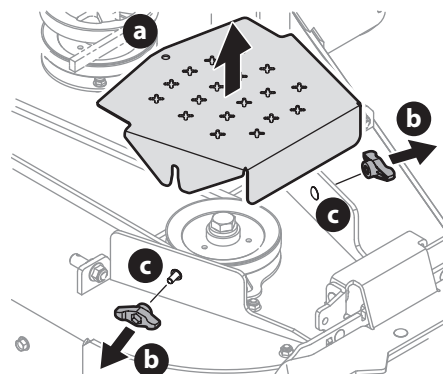

Figura 39
- Para desmontar las cubiertas de la correa (a), retire las perillas de mariposa (b) de los tornillos de carro (c) que la sujetan a la plataforma (Figura 39).